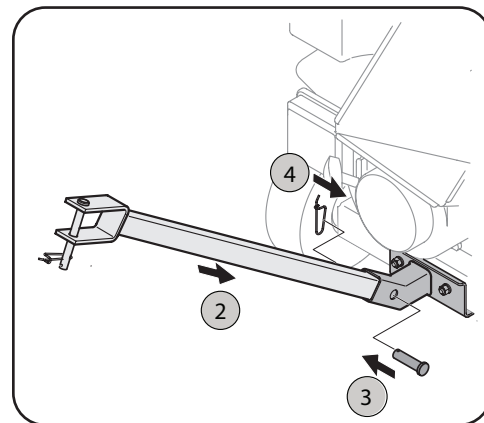

Figure 2-4
2. Insérez la barre de remorquage dans le support. Voir Figure 2-4.
3. Insérez l'axe de chape dans les trous du support et de la barre de remorquage. Voir Figure 2-4.
4. Fixez la barre au support avec la goupille à ressort. Voir Figure 2-4.